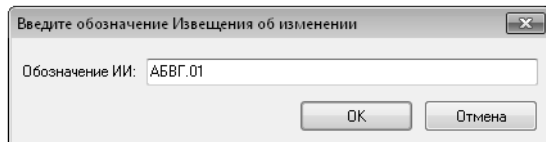

Рис. 10.5.
8. В появившемся диалоге введите обозначение извещения об изменении (рис. 10.5) и нажмите кнопку **ОК**.